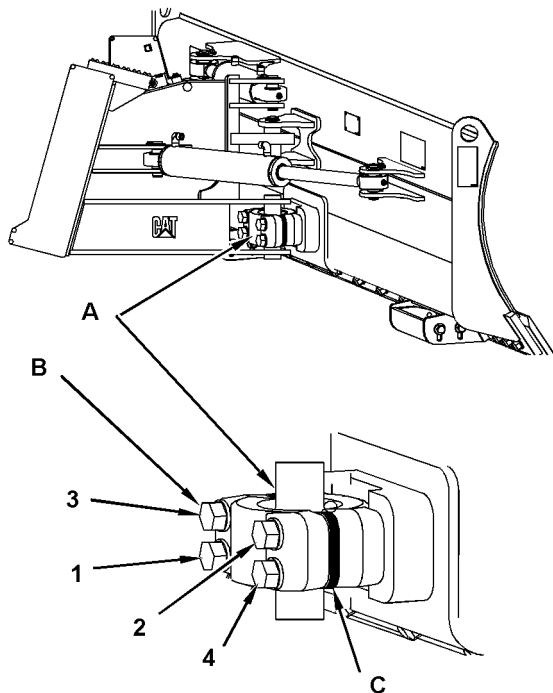

Ilustración 101
- Quite los cuatro pernos de retención (B) y la tapa.
- La secuencia de apriete se muestra en la ilustración 101.